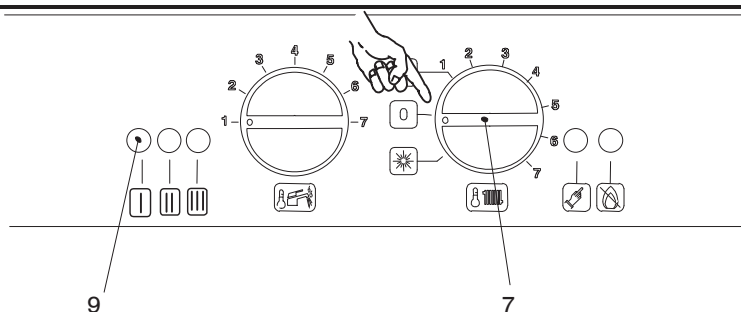

Fig. 7.2
2. To enter the programming phase, connect the boiler electrical powering by pressing the two-pole switch then place the working selector / heating temperature adjustment knob, see Fig. 7.2 to **OFF**
2. Для доступа в режим программирования, необходимо подключить электропитание к бойлеру при помощи двухполюсного выключателя и затем установить Переключатель режима работы / Рукоятку регулирования температуры отопления, указанной в Fig. 7.2 в положение OFF